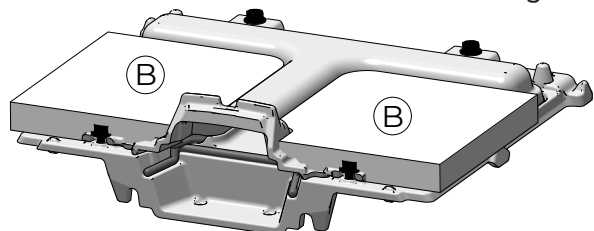

Fig. 7.13
| 8 | Inserire la nuova piastra posteriore sui pannelli isolanti posteriori (B) (Fig. 7.13) |